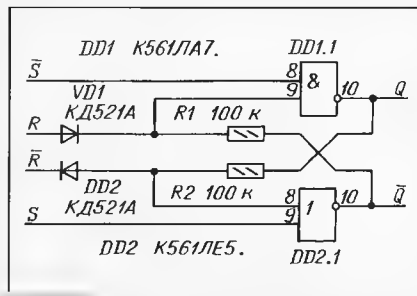

Рис. 10
**RS-триггер на смешанной паре элементов ИЛИ-НЕ, И-НЕ.** Его принципиальная схема показана на рис. 10. Триггер более универсален, чем классические, так как наряду с двумя инверсными выходами имеет полный набор входов — неинвертирующие и инвертирующие входы R и S, два из которых высокоомные. Это обеспечивает возможность управления триггером по выбору (или по необходимости) как единичными, так и нулевыми импульсами.